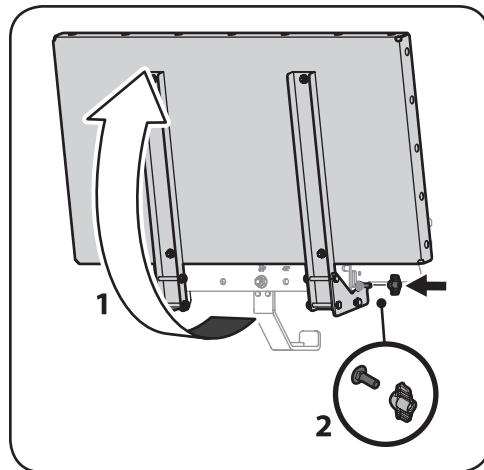

Figura 1-13
14. Voltee el portacargas para arriba en los soportes bisagra de carga. Vea 1 en la Figura 1-13.
15. Alinee los orificios del soporte bisagra de carga y el soporte lateral derecho o izquierdo del conjunto del soporte de enganche y fije con un tornillo de carro y una tuerca mariposa usando los dedos. Vea 2 en la Figura 1-13.